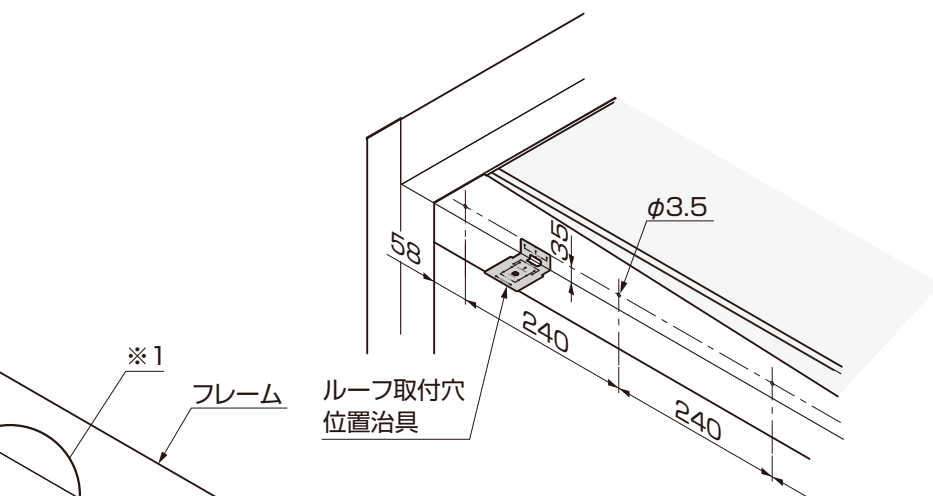
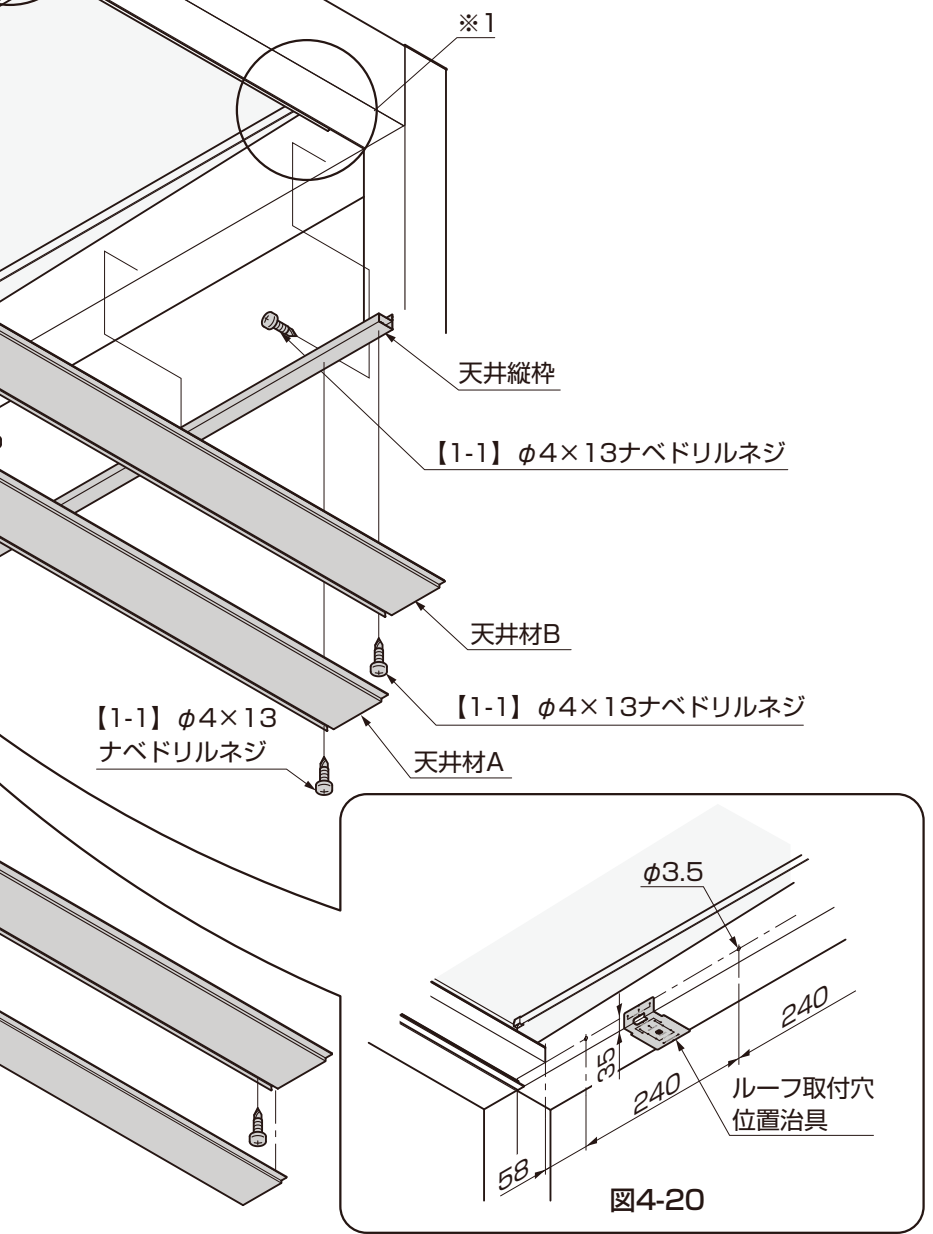

図4-19 D部詳細図
図4-20
- ①フレーム、調整フレームにφ3.5の下穴を天井縦枠の穴ピッチに合わせてあけてください。(図4-19、図4-20参照)
- ②天井縦枠をフレーム、調整フレームに【1-1】で取付けてください。
- ルーフ取付穴位置治具を使うことで天井縦枠取付け下穴の位置出しがしやすくなります。(図4-19、図4-20参照)